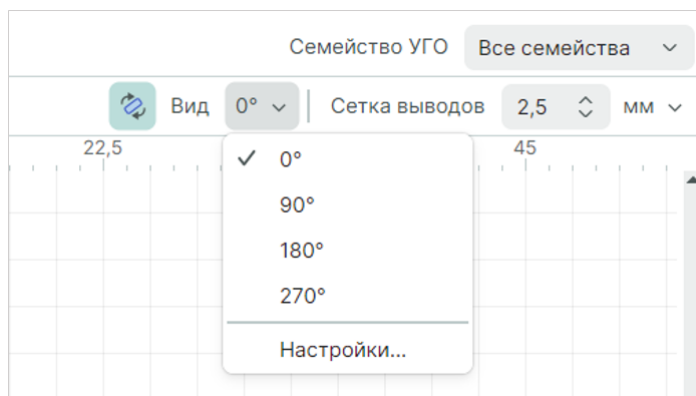

Рис. 193 Настройка типов отображения УГО
5. Раскройте выпадающий список «Вид» и выберите тип отображения представления УГО, Рис. 193.